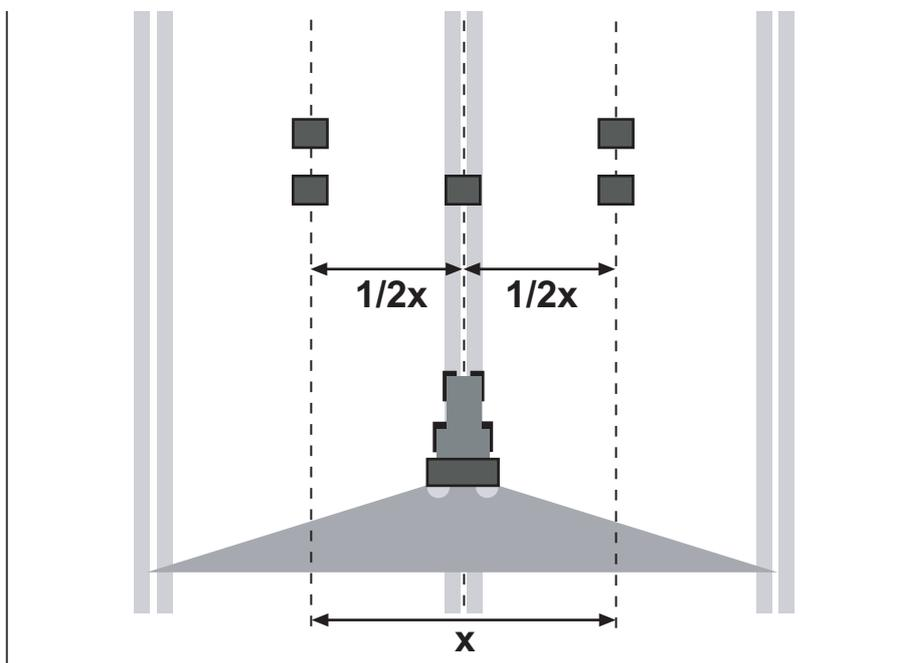

рисунок 7.16: Расстановка для одного прохода
- Установите по два приемных поддона на расстоянии **1 м** друг за другом в зонах пересечений (между свободными колесами) и один приемный поддон в колее движения (Рисунок 7.16).